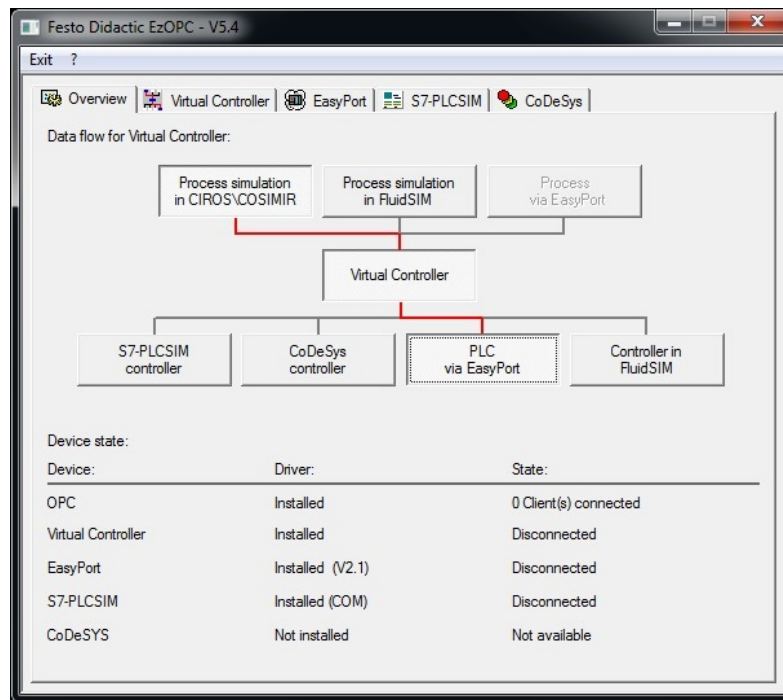

Рисунок 28 – Вкладка Overview в окне EzOPC
- 3 Открыть EzOPC V5.4, выстроить цепь Process simulation in CIROS\COSIMIR – Virtual Controller – PLC via EasyPort. В EzOPC в пункте Device:EasyPort статус наличия подключения EasyPort к PC не будет обновляться, до запуска симуляции в CIROS Mechatronics (рисунок 28);